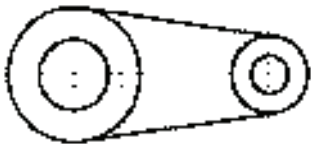

图 4-50 绘制辅助线
6) 单击“修改”工具栏中的“偏移”按钮，将水平中心线向上、向下各偏移“3”，将左边垂直中心线向右偏移“14.8”，结果如图 4-50 所示。